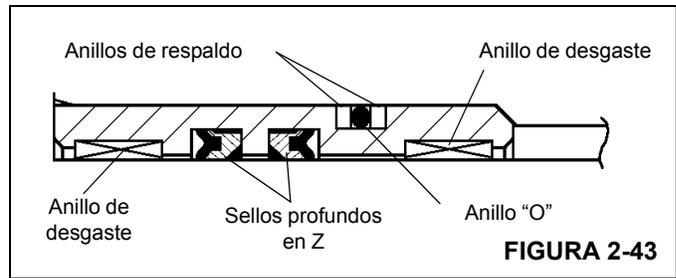

FIGURA 2-43
2. Instale el anillo "O" y anillos de respaldo en el exterior del retenedor de sellos y los sellos profundos en Z de varilla y anillos de desgaste en el interior del retenedor de sellos (Figura 2-43).